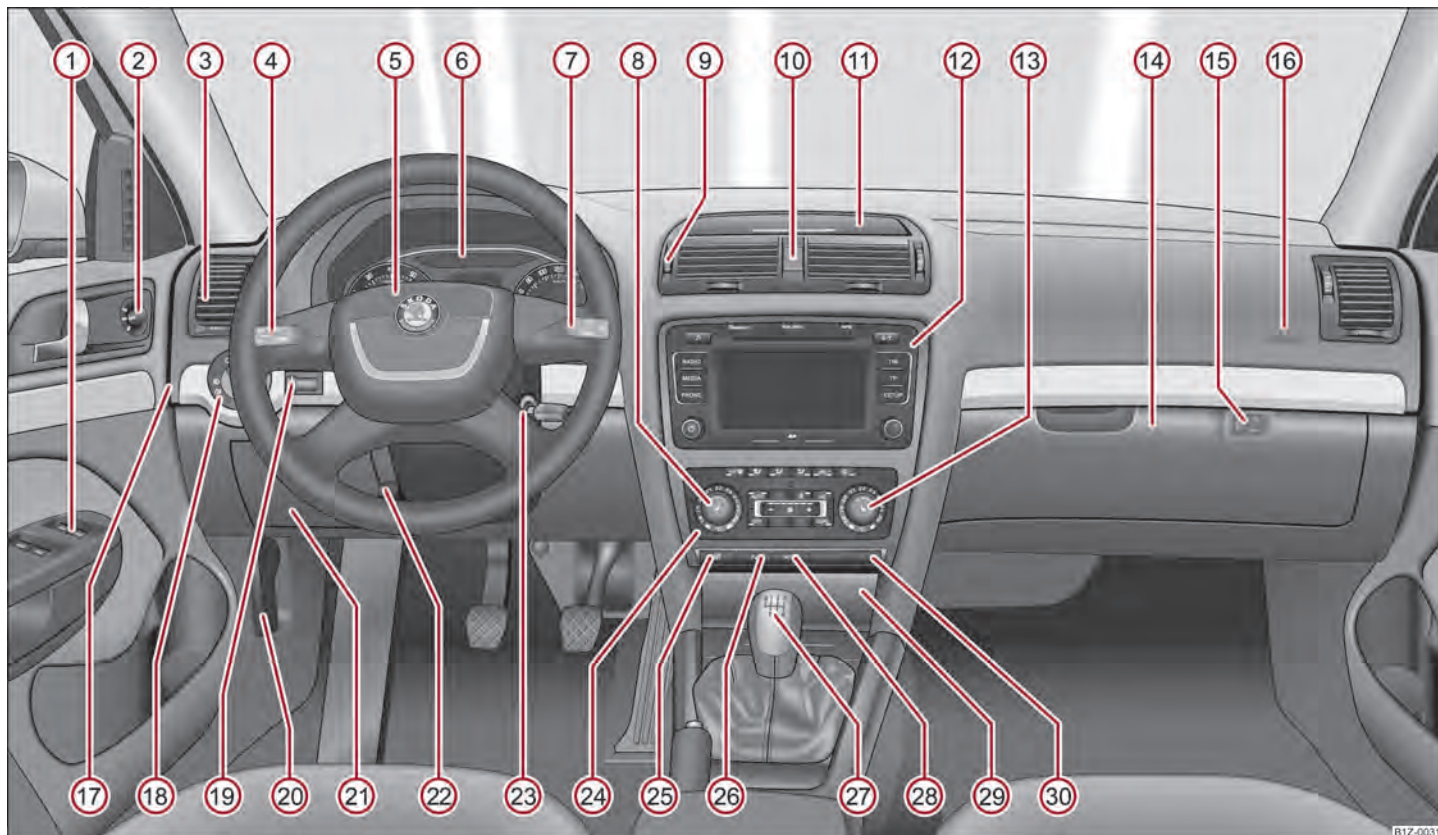

Fig. 1 Postul de conducere
- La autovehiculele cu volanul pe dreapta ordinea aranjării elementelor de comandă diferă parțial față de ordinea prezentată în ⇒ fig. 1. Simbolurile corespund elementelor de comandă.